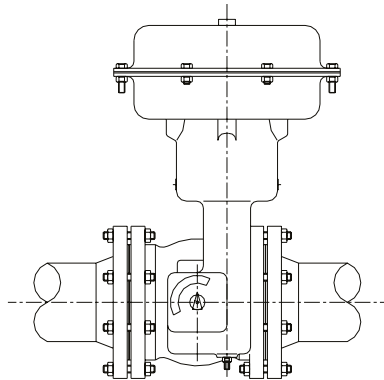

Fig. 1 – Instalação da válvula
4.5. A posição de instalação deve ser de maneira que o atuador fique sobre a válvula e na posição vertical (fig.1). Caso seja impossível, deve-se buscar a posição mais próxima da vertical. A posição horizontal deve ser evitada e em alguns casos deverá haver um suporte para o atuador.**4. 6.** Instale a válvula obedecendo a direção do fluxo indicada pela seta no corpo.